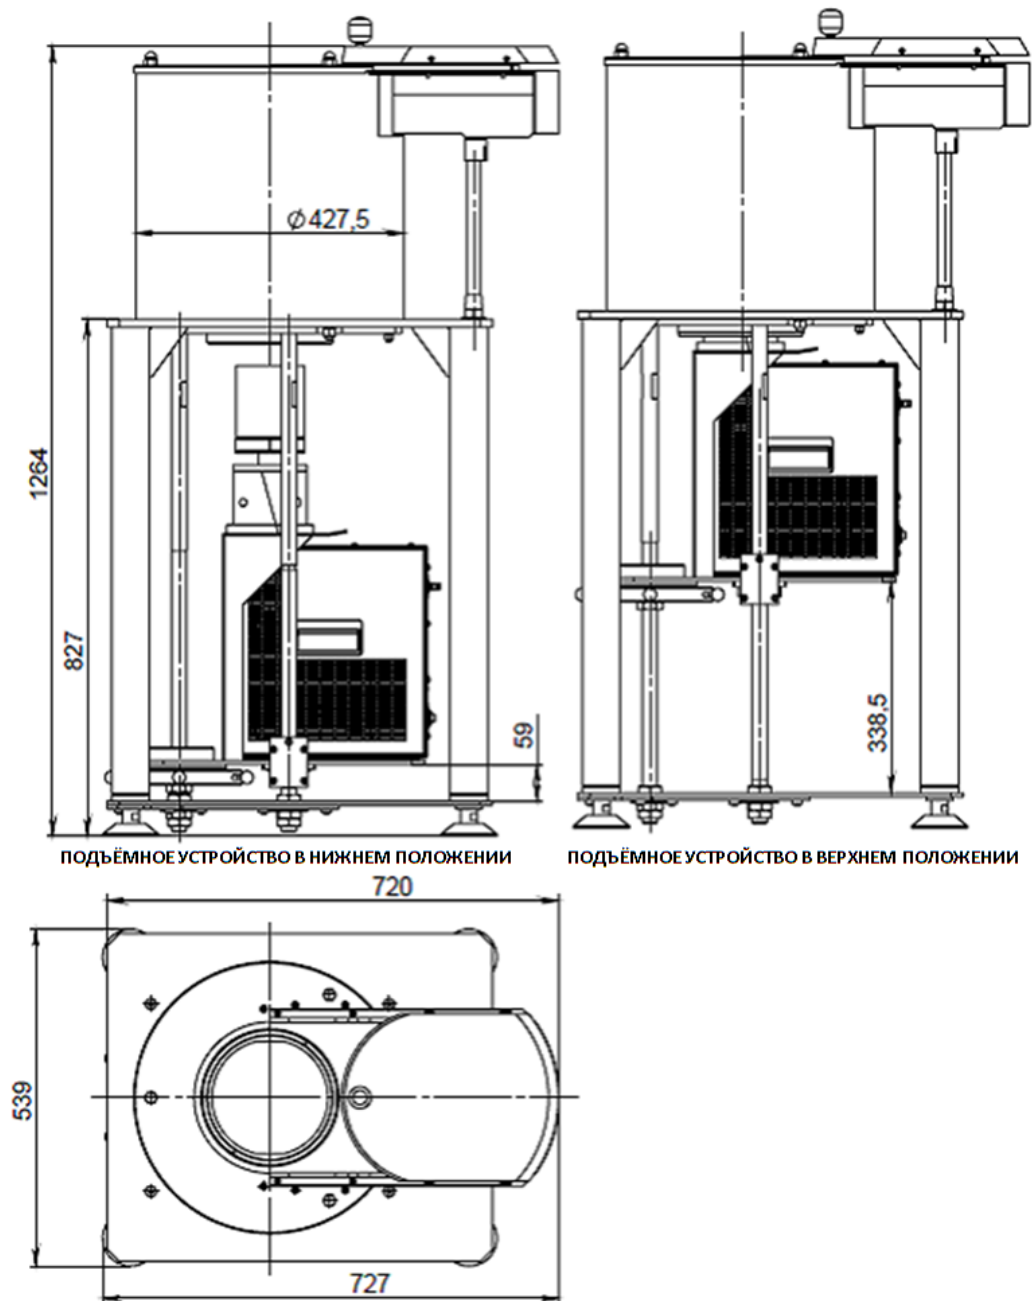
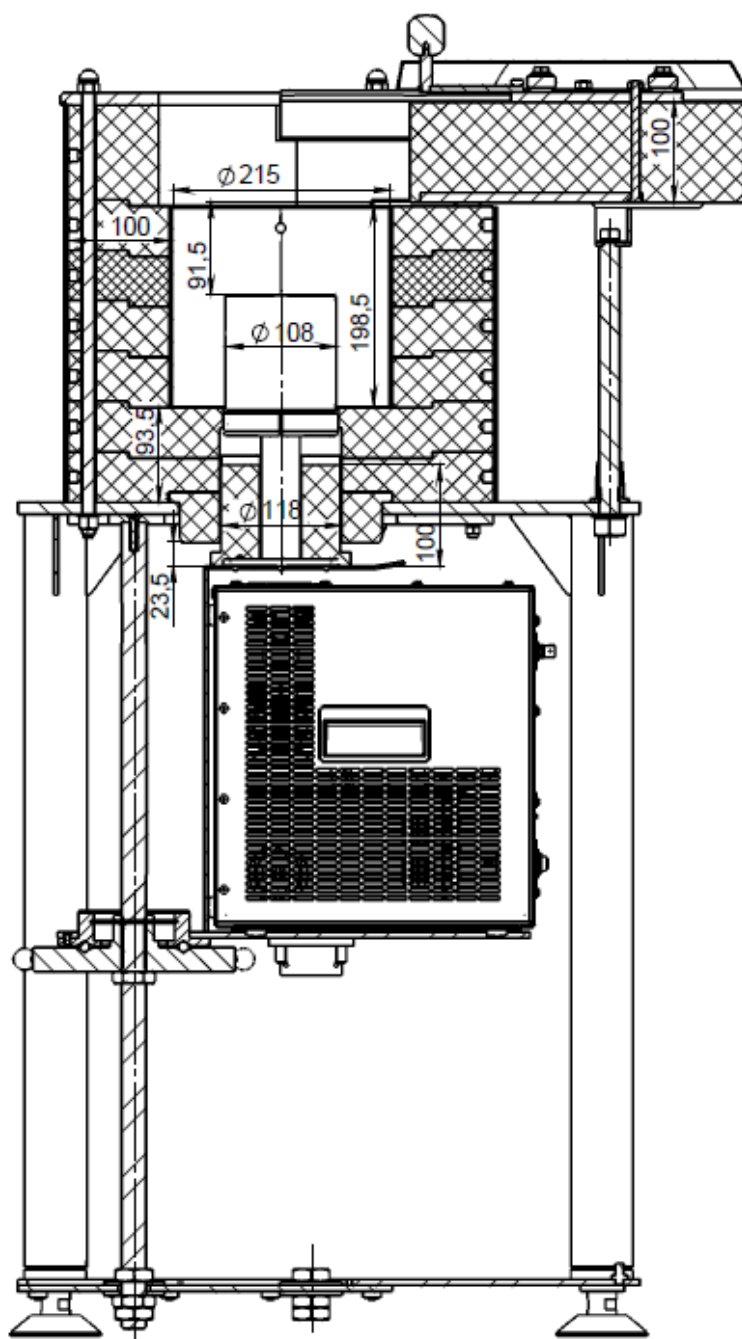

Рис. 16. Габаритные размеры БД и свинцовой защиты для устройства типа Monolith.
Рис. 17. Габаритные размеры БД и свинцовой защиты для устройства типа Monolith (продолжение).
1.6.27.3 Второй вариант охлаждения БД - криокулер, работающий по принципу цикла Стирлинга, обеспечивает охлаждение детектора до 80 К. Для Эко ПАК-02 возможна поставка в варианте единого устройства «Monolith» с детектором ОЧГ и предусилителем, охлаждаемыми криоохладителем Стирлинга с пульсирующей трубкой и встроенным криоконтроллером. В этом же варианте исполнения комплекса может быть использована свинцовая защита и СУ (см. Приложение 6). Габаритные размеры БД и свинцовой защиты представлены на рис. 16 и рис. 17 в разных проекциях.